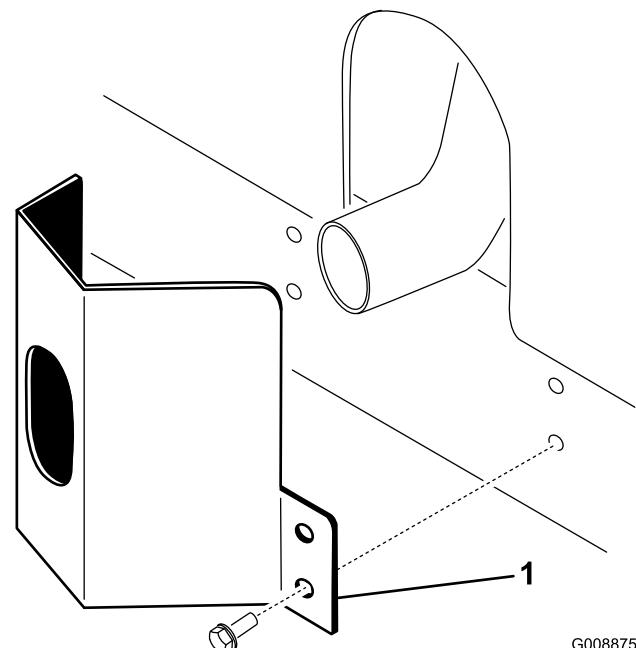

Figure 10
2. Fixez la protection de l'échappement au châssis à l'aide de 4 vis autotaraudeuses (Figure 10).
1. Placez la protection de l'échappement autour du silencieux et alignez les trous de montage avec ceux du châssis (Figure 10).